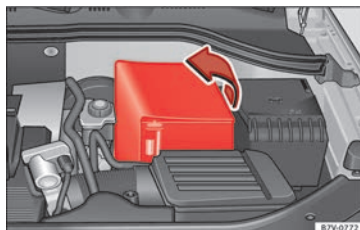

Fig. 248 I motorrummet: Sådan tages manchetten til bilens batteri af.
- I tilfælde af en manchet: Klap afdækningen til siden og væk » » Fig. 248.